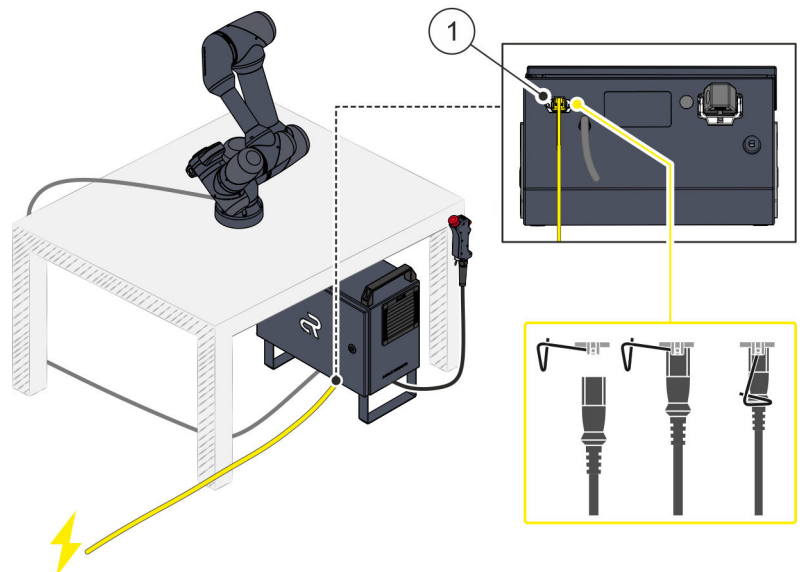

Abb. 55 Elektrische Verbindung herstellen
25. Netzkabel in die zugehörige Anschlussbuchse an der Unterseite der Robotersteuerung stecken Abb. 55/1.
Dabei beachten, dass der Kabelstecker mithilfe des Bügels an der Anschlussbuchse verriegelt wird Abb. 55.